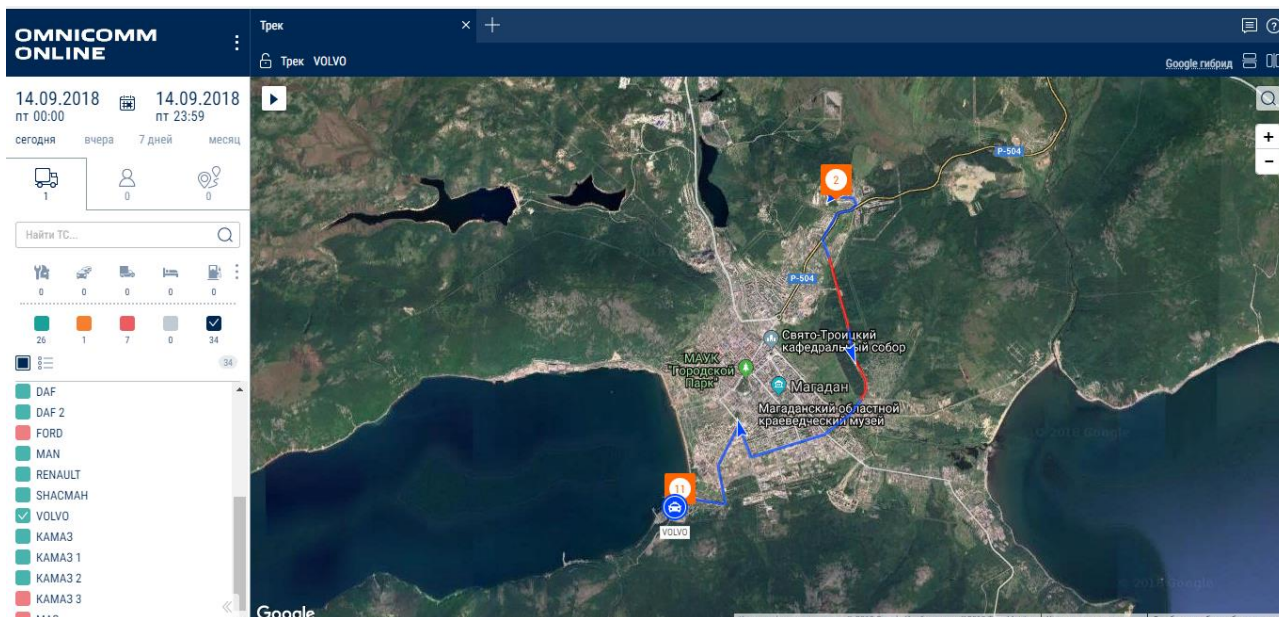

Рисунок 1.10 – Выбор транспортного средства
4. Выберите транспортное средство, например, **VOLVO** (рисунок 1.10).